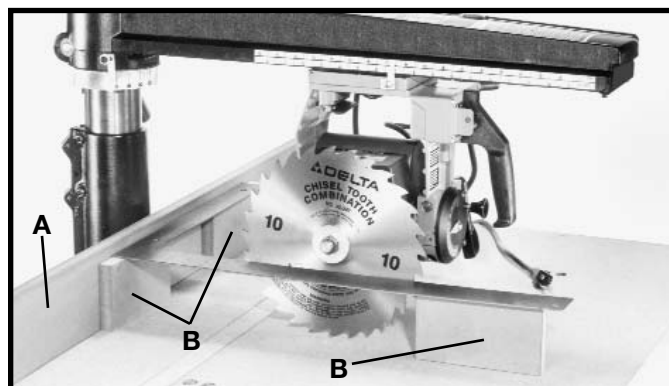

Fig. 38
3. Reponga la guía con un pedazo plano de madera de 3/4 pulg. (A) Fig. 38 al menos 5 pulg. de alto. Apriete las abrazaderas de la tabla de mesa.
4. Coloque tres pedazos idénticos de madera (B) Fig. 38 sobre la mesa y coloque una escuadra de enmarcar sobre ellas para que el brazo corto quede parejo contra la guía y el brazo largo quede contra la hoja, según se ilustra. Esté seguro de que la escuadra quede entre los dientes de la hoja.